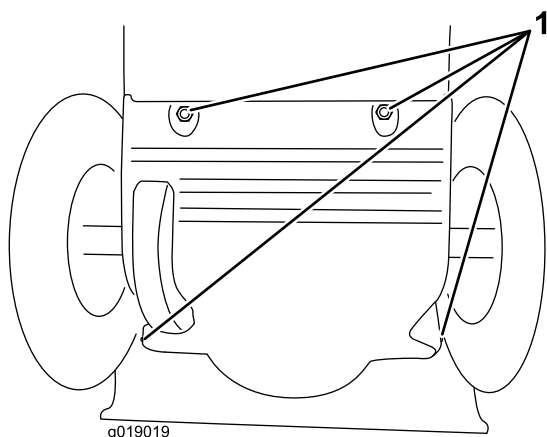

**Figure 44**
Graissez légèrement l'arbre hexagonal une fois par an avec de l'huile moteur de type automobile (Figure 44).
**Important:** Veillez à ne pas faire couler d'huile sur la roue en caoutchouc ou la poulie à friction en acier, sinon la transmission patinera (Figure 44).